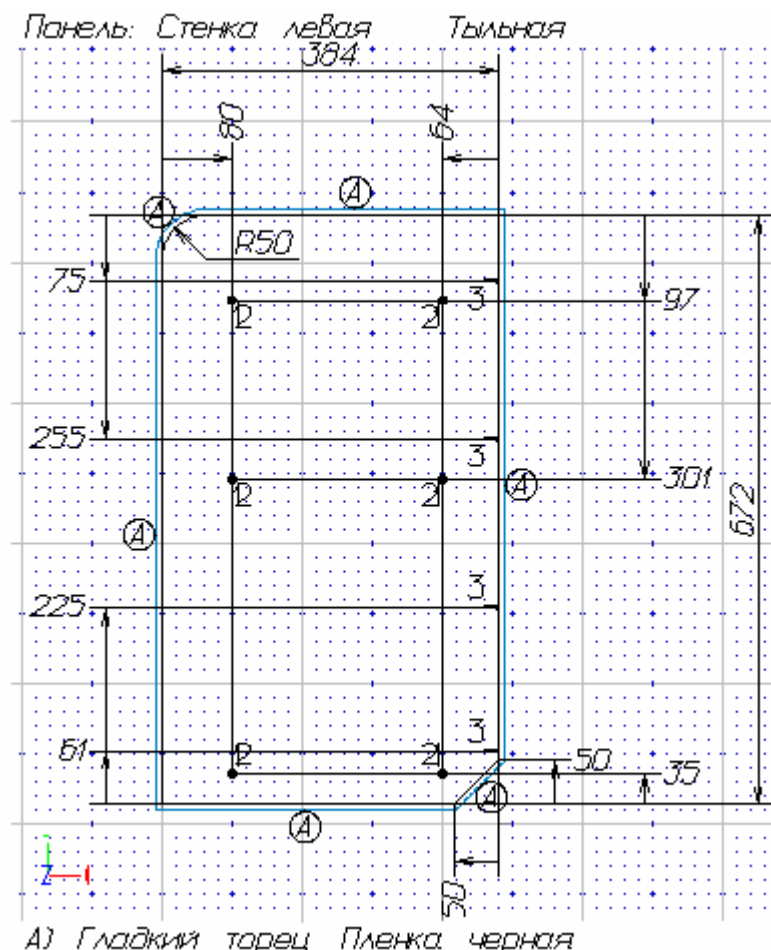
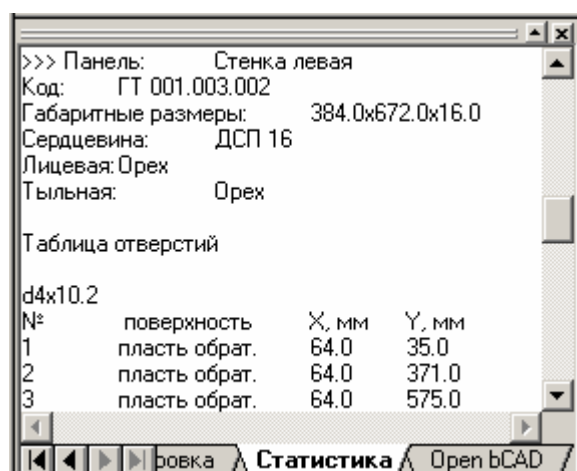

Рис. 108 Эскиз левой стенки тумбы с обозначенными отверстиями под крепеж
Рис. 109 Окно вывода с информацией о местоположении отверстий под крепеж в деталях тумбы
4. Нажать кнопку **Создать**. В окне редактирования появятся эскизы деталей (рис. 108), а в **Окне вывода** на закладке **Статистика – Таблица отверстий**. Для отображения **Окна вывода** (рис. 109) можно использовать пункт **Окно** в главном меню или комбинацию клавиш **Alt+T**.